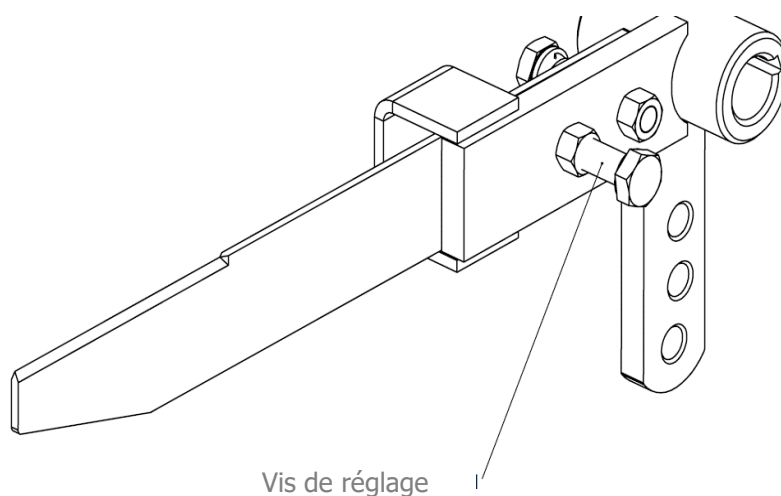

Figure 41. Réglage du nombre de tours d'enrubannage – vis de réglage
La longueur d'enrubannage avec du filet peut être déterminée à l'aide de la vis de réglage (figure 41). En vissant la vis de réglage, le couteau de mesure (13) s'éloigne de la poulie (12), ce qui réduit le nombre de tours d'enrubannage comme indiqué sur la figure 41. Le nombre de tours d'enrubannage doit être déterminé en fonction des conditions de récolte. Le nombre de tours d'enrubannage recommandé par le fabricant est compris entre 1,5 et 2,5 tours par balle.